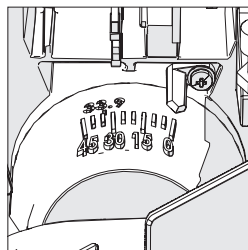

Fig. 23
- Incline la cabeza de corte hasta el ángulo deseado. Se proporciona una escala graduada para ayudar en el ajuste (**Fig. 23**).